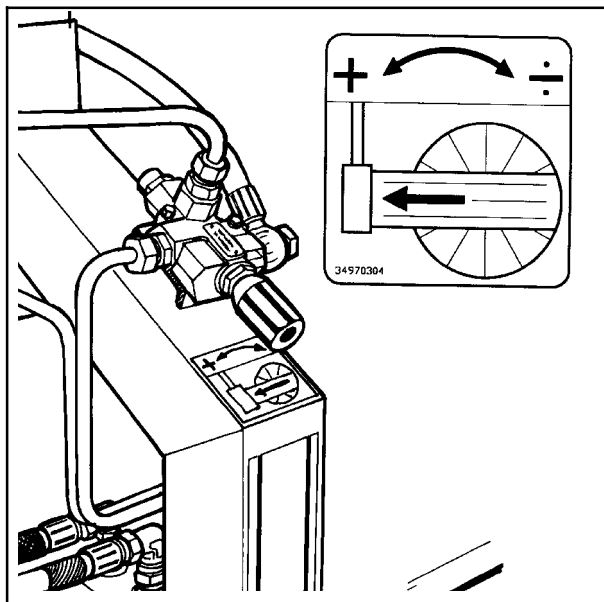

Fig. 8-1
8.2 La vanne placée sur le col, au dessus de l'entrée des conduits hydrauliques dans la machine, sert à régler la vitesse de rotation du bras. (Voir fig. 8-1).